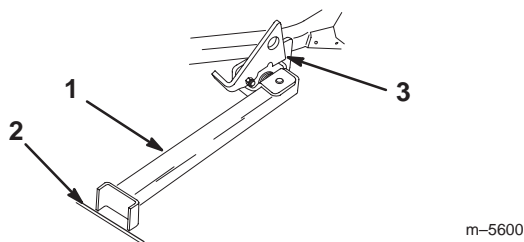

Figure 27
4. Posez le pied du support sur le sol et appuyez le verrou sur la languette de pivot (Fig. 27).
Remarque : Pour de meilleurs r sultats, placez le pied du support dans des anfractuosit s du trottoir ou du gazon (Fig. 27).
6. Montez la machine sur le support. Arr tez-vous quand le verrou retombe sur la languette en position verrouill e (Fig. 27). Lorsque la machine est sur le support, serrez le frein de stationnement et arr tez le moteur.